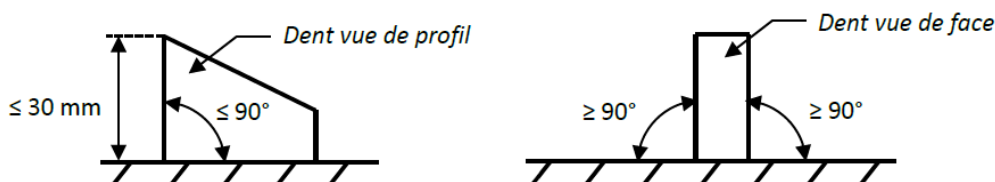

Figure 19 - Taille des dents d'un tapis denté
- ✓ la hauteur des dents du convoyeur doit être inférieure ou égale à 30 mm, et celles-ci doivent avoir un profil acceptable. La figure ci-dessous permet d'illustrer ce point (Figure 19).